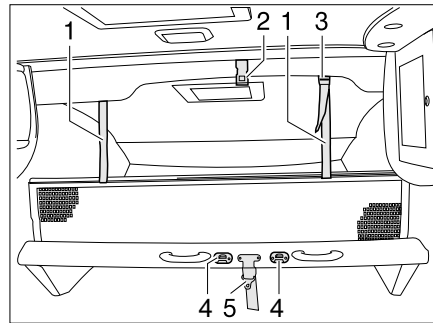

Bild 152 Hubbett manuell
- Das Hubbett mit dem Sicherheitsgurt (Bild 152,5) am Dach (Bild 152,2) sichern.
- Die Aufstiegsleiter mit den beiden Bügeln in die Krampen (Bild 152,4) am Hubbett einhängen.
- Die Haltebänder (Bild 152,1) in die Halterungen an der Decke (Bild 152,2) einrasten.